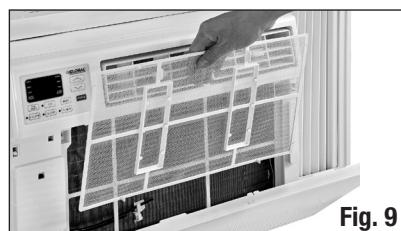

Fig. 9
1. Retirez le filtre en tirant sur les renfoncements de la porte du filtre à l'avant de l'appareil. (Fig 9)